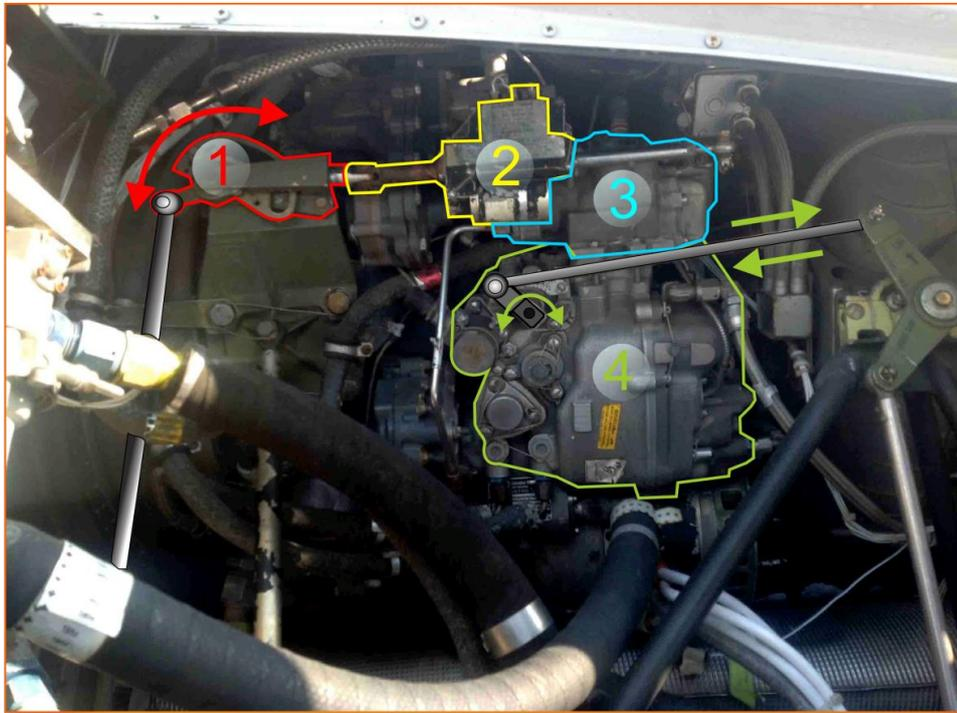

Abbildung 2-8: Am Triebwerk angebrachte Komponenten
- (1) Die Meßeinheit (Nr. 4 in Abbildung 2-8) wird mit einer Geschwindigkeit proportional zur N1-Geschwindigkeit angetrieben. Das System versorgt das Triebwerk mit Kraftstoff, indem es den Kraftstoff durch das Hauptmessventil transportiert. Sollte dieses ausfallen, so steht ein Notfallmessventil zur Verfügung. Dieses ist direkt an dem Gashebel angebracht.
- (2) Die Computereinheit (Nummer 4 in Abbildung 2-8) regelt durch die Überwachung des Hauptkraftstoffventils, der Einlasslufttemperatur, des Luftdruckes und der Gashebelstellung die Kraftstoffzufuhr. Gleichzeitig wird die Kompressorapflutzufuhr sowie die Schaufelblätterstellung der ersten Kompressorstufe geregelt. Abbildung 2-8: Am Triebwerk angebrachte Komponenten
- (3) Der Drehzahlregler (Nummer 3 in Abbildung 2-8) und Computersektion (Kraftstoffkontrollsystem) wird mit einer Geschwindigkeit proportional zur N2 Geschwindigkeit angetrieben. Er steuert konstant das Hauptkraftstoffmessventil, um die
gewünschte N2 Geschwindigkeit halten zu können. Abbildung 2-8: Am Triebwerk angebrachte Komponenten
Der Drehzahlabfallkompensator (Nummer 1 in Abbildung 2-8) hält die Turbinendrehzahl (N2) auf einem konstanten Niveau, falls der Pilot mehr Leistung abfragt. Der Kompensator ist durch eine Lenkstange mit dem Kollektivhebel und dem Geschwindigkeitswählregler am N2 Regler verbunden. Das System arbeitet automatisch und verlangt keinerlei Input von der Besatzung. Der Kompensator wird bei der korrekten Einstellung eine Drehzahl von 6600 rpm einhalten. Drehzahlabfall wird als eine Drehzahländerung des Triebwerkes bei einer Erhöhung der Leistung definiert. Die Drehzahlabfallkompensation gehört zum grundlegenden Design des Triebwerkssystems. Ohne diese würde sich bei einer Erhöhung der Triebwerksleistung eine charakteristische Instabilität entwickeln, die zu einer Überdrehzahl der N1 Drehzahl oder einer oszillierenden "Jagd" nach der richtigen Turbinendrehzahl führt. Abbildung 2-8: Am Triebwerk angebrachte Komponenten